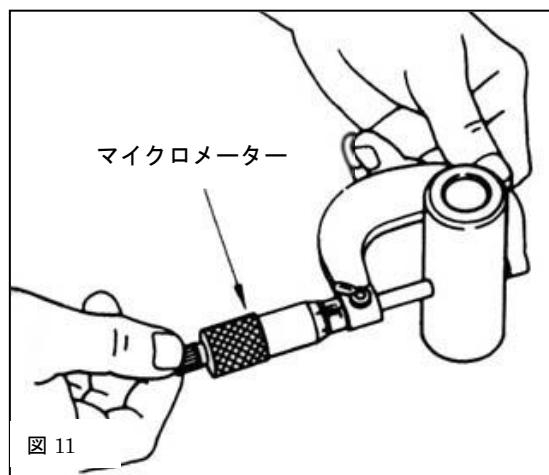

図 11
6.2 ピストンピン外径をマイクロメーターで測定します。(図 11)